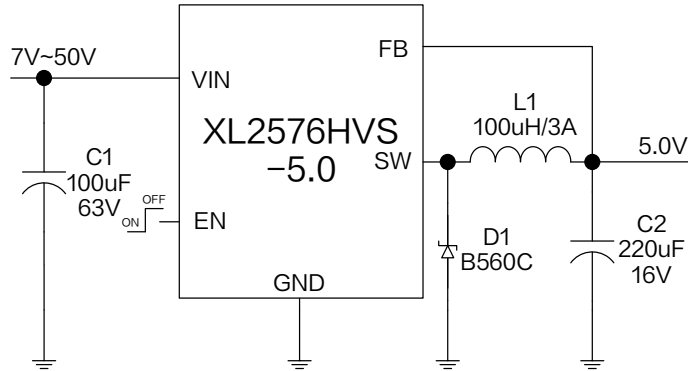

图 8.XL2576HVS-5.0 系统参数测量电路
**XL2576HVS-5.0 电气特性** $T_A = 25^\circ\text{C}$ ; 图8系统参数测量电路, 除非特别说明。